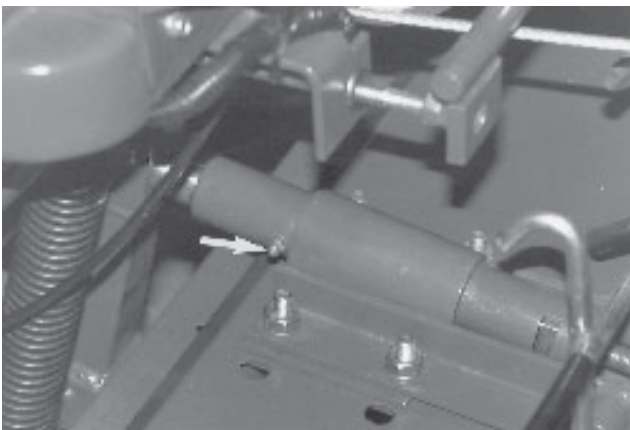

Fig.26
- B GELENK DER HINTEREN SCHNEIDEEINHEIT - ABB.26. (Siehe vorige Seite)